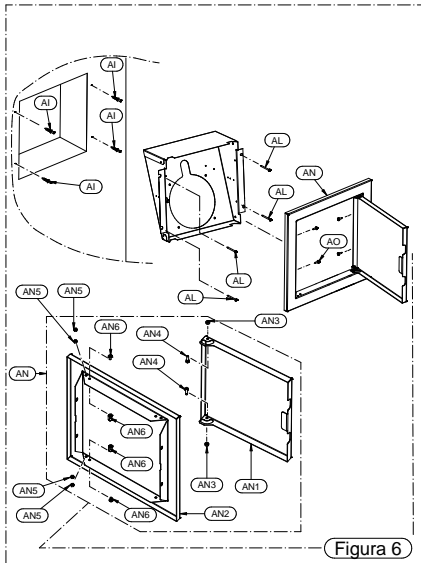

Figura 6
- 5) Ruotare infine di 90 gradi in senso anti orario il blocco anti estrazione (Figura 6).
- Fissare ora il supporto del condotto di carico AD (vedi Figura 5) alla cappa del camino attraverso 4 tasselli e viti A1 (tasselli non in dotazione). In seguito assemblare la portina AN completa attraverso il montaggio del seguente materiale: la portina AN1, il supporto AN2, i dadi AN3 (dado M4), le viti AN4 (vite tc+4x16), le viti AN6 (vite tc+ 4x6), i distanziali AN7 (distanziali esagonali), e i dadi AN 5 (dadi M4). Assemblare infine la portina creata AN al supporto AD attraverso le viti AO (vite tc+ 3,9X9,5) (Figura 6).